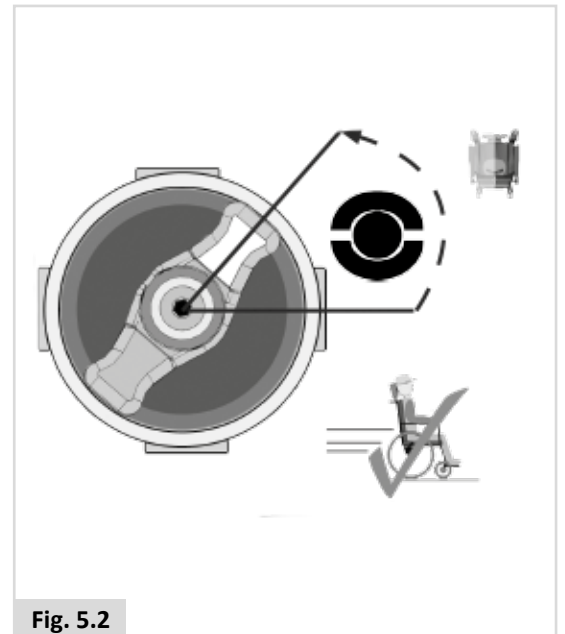

Fig. 5.2
1. Om met de rolstoel te rijden. (Fig. 5.2).